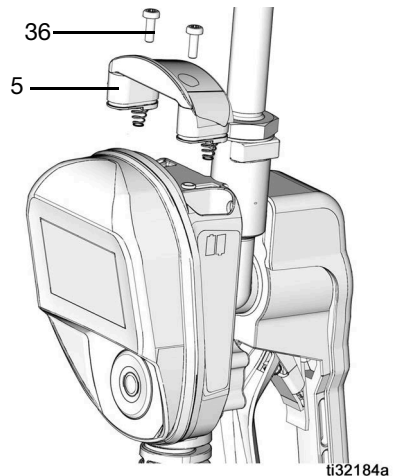

FIG. 49
5. Rimontare il coperchio (5) e le viti (36). Non serrare eccessivamente le viti (FIG. 49).